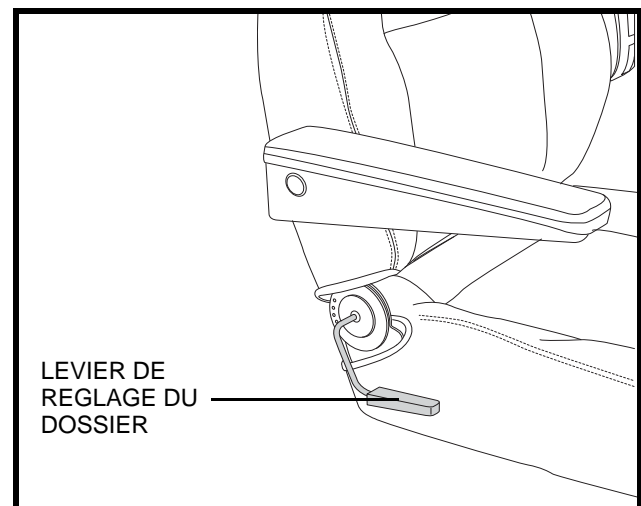

Figure 16. Réglage du dossier
**Pour régler le dossier de votre scooter, suivez les instructions suivantes. Voir la figure 16.**